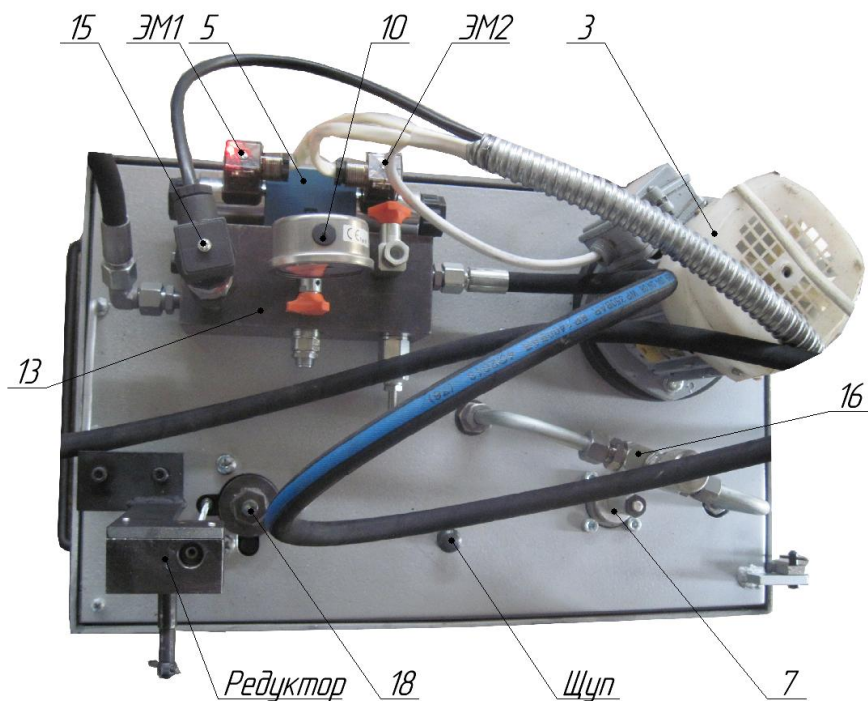
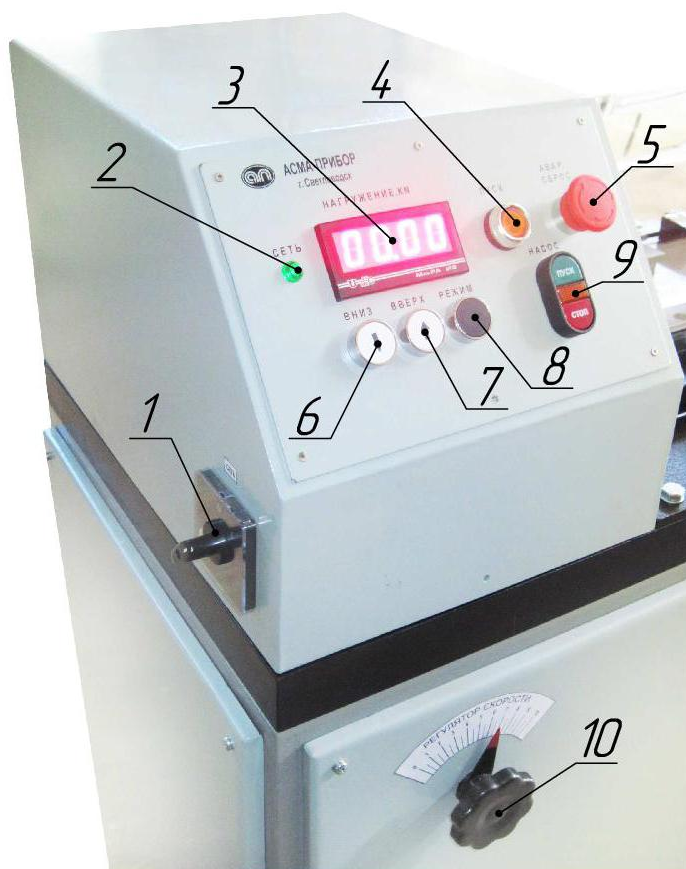
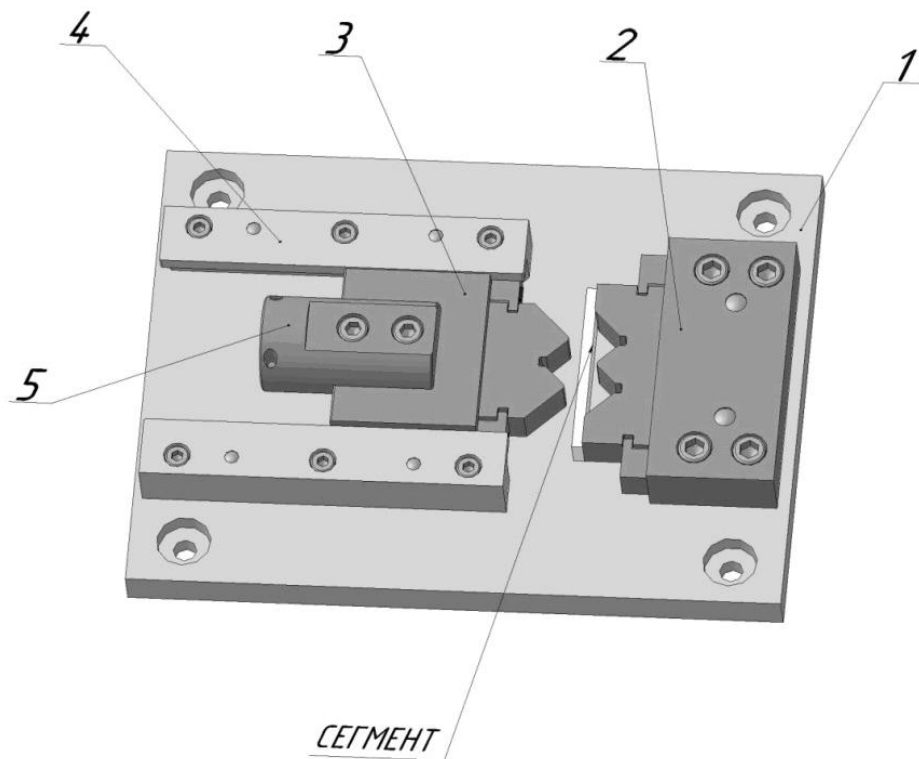
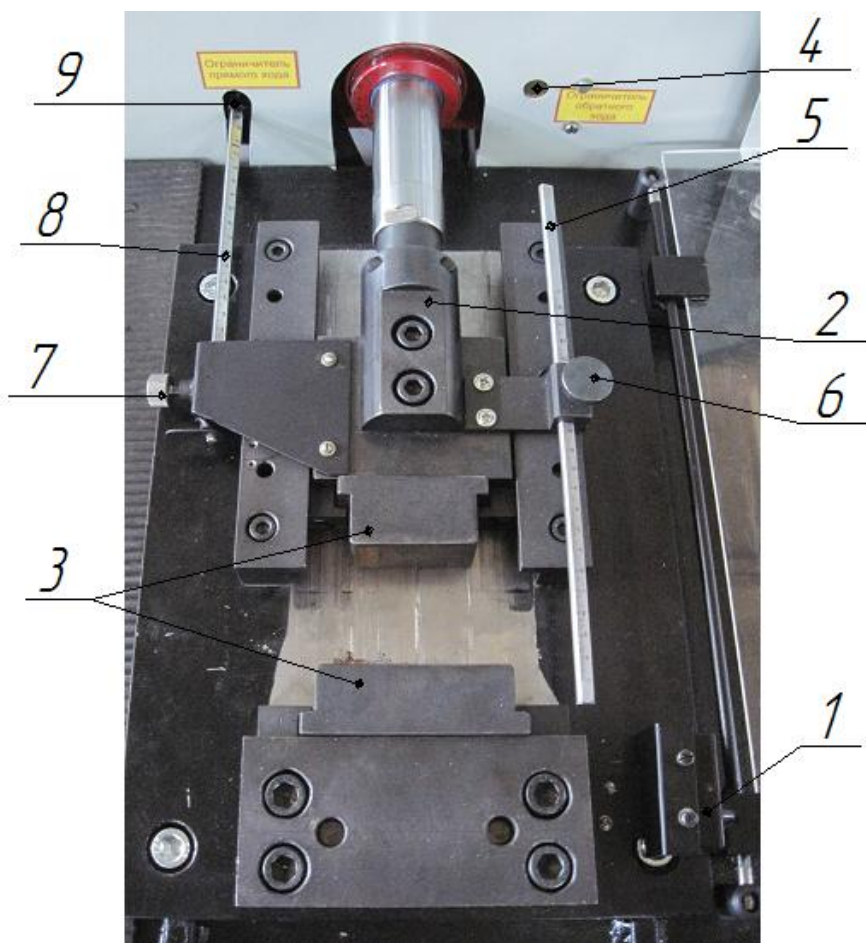

Рис. 4 – Масляная станция. Размещение гидрооборудования
Рис. 6 – Органы управления прессом
Рис. 7 – Узел гибки
Рис. 9 – Узел гибки. Вид сверху
Штурвалом (поз.10, рис.6) установить минимальную скорость движения. Расцепить штурвал (поз.10, рис.6), выкрутив фиксирующий винт и потянув его «на себя».
4.4 Включить пресс вводным выключателем (поз.1 рис.6). Кратковременно запустить двигатель насоса (поз.3 рис.4) с пом. сдвоенной кн. «НАСОС» (поз.9, рис.6) и после проверки выключить.
4.5 Выключить пресс выключателем (поз.1 рис.6) и отсоединить от сети.
Регулятор (поз. 18) предназначен для регулировки скорости нагружения и усилия. Регулировка скорости производится посредством преобразования линейного перемещения штока во вращательное штурвала (поз.10, рис.6) с помощью редуктора. Распределитель (поз. 12) предназначен для изменения направления движения поршня. При вращении по часовой стрелке скорость перемещения поршня увеличивается, против часовой – уменьшается.
Электронный датчик давления (поз. 15) преобразовывает давление сжатия создаваемого между губками на плите в электрический сигнал, который и отображается на электронном индикаторе усилия (поз.3, рис.6) в виде усилия, kN.
Включение пресса осуществляется поворотом кулачкового выключателя S1 (поз.1, рис.6). При этом светится индикатор La1 «Сеть» (поз.1 рис.6) .
Пуск и остановка маслонасоса осуществляется сдвоенной кнопкой S5 «НАСОС» (поз.9, рис.6), о включении маслонасоса
При нажатии кнопки S6 «ПУСК» (поз.4, рис.6) срабатывает реле Р1. Концевой выключатель S8 «ОГРАНИЧИТЕЛЬ ОБРАТНОГО ХОДА» (поз.4, рис.7) при этом разомкнут. Реле в свою очередь включает электромагнитный клапан ЭМ1 и гидроцилиндр движется вперед. При достижении давления установленного на блоке измерения давления АЗ (поз.3, рис.6) срабатывает реле Р3. Реле Р1 и электроклапан ЭМ1 отключаются. Одновременно с этим включается реле Р2. и электроклапан ЭМ2. Концевой выключатель S9 при этом замкнут. Включенный электроклапан ЭМ2 заставляет двигаться гидроцилиндр назад до тех пор пока не сработает выключатель S8 и не выключит реле Р2. При повторном нажатии кнопки S6 «ПУСК» (поз.4, рис.6) цикл повторяется. Так же обратный ход гидроцилиндра может осуществляться при нажатии концевого выключателя S9 «ОГРАНИЧИТЕЛЬ ПРЯМОГО ХОДА» (поз.9, рис.7).
Аварийный сброс S6 «АВАР.СБРОС» (поз.5, рис.6) служит для экстренного возврата гидроцилиндра в исходное состояние до концевого выключателя S9 «ОГРАНИЧИТЕЛЬ ПРЯМОГО ХОДА» (поз.9, рис.7).
Кнопки S2-S4 (поз.6-8, рис.6) служат для задания порога срабатывания по давлению при котором срабатывает реле Р3 и гидроцилиндр возвращается в исходное положение.
Таким образом возврат гидроцилиндра происходит либо по достижению заданного в индикаторе усилия АЗ (поз.3, рис.6), либо по нажатию концевого выключателя S9 «ОГРАНИЧИТЕЛЬ ПРЯМОГО ХОДА» (поз.9, рис.7).
5.3.1 Узел (рис.7) выполнен на плите 1 и состоит из матрицы 2 пуансона 3 и направляющих планок 4 (2шт.). Матрица неподвижно закреплена на плите. Пуансон, через переходник 5, присоединен к штоку гидроцилиндра и перемещается посредством штока в направляющих планках.
### 5.3.2 Настройка хода пуансона (рис.9)
- при работающем насосе установить штурвал регулировки скорости (поз.10 рис.6) на минимальное значение
- нажать кн. «ПУСК» (поз.1 рис.6);
- регулируя штурвалом (поз.10 рис.6) скорость, добиться соприкосновения губок (поз.3, рис.9);
-отвернуть фиксирующий винт (6) и передвинуть упорную штангу (5) на необходимую длину, ориентируясь на сделанные на ней пометки;
-зажать винт (6);
-вернуть пуансон в крайнее левое положение нажатием кнопки «АВАР.СБРОС» (поз.5, рис.6).
- Отвернуть фиксирующий винт (поз.7 рис.9) против часовой стрелки;
- Передвинуть линейку (поз.8 рис.9) на необходимую длину;
- Зафиксировать линейку фиксирующим винтом (поз.7 рис.9) по часовой стрелке.
В случае если положение поршня не позволяет установить необходимый размер «Н». Необходимо увеличить обратный ход передвинув линейку (поз.5 рис.9) и зафиксировать винтом (поз.6 рис.9). После чего включить пресс сетевым выключателем (поз.1 рис.6) и нажать кнопку «АВАР.СБРОС» (поз.5, рис.6).